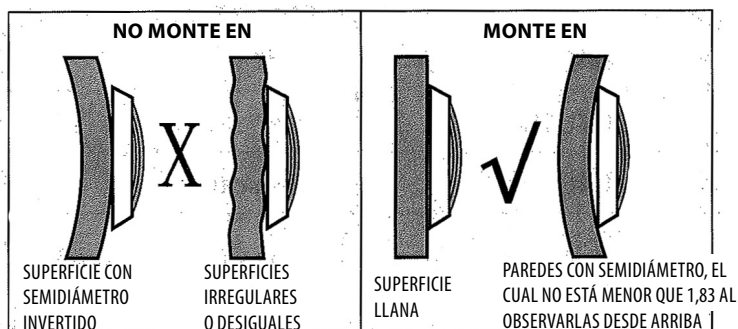

Imagen 3
3. Si la superficie de la piscina deberá ser rebozada, deberá dejar el hormigón retraído sobre el grueso del revoque. La superficie acabada del hormigón deberá ser rectificada con la pauta de montaje separadora. **ATENCIÓN:** La superficie acabada en los alrededores de la pauta de montaje separadora DEBERÁ ser llana y rectificada con la superficie de la pauta de montaje separadora. Esto asegura adherencia perfecta de la luz a la pared, véase imagen 3.